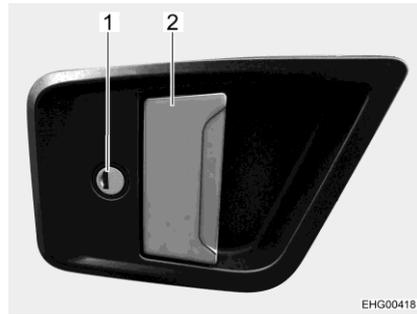

Fig. 57 Serratura della porta (porta di ingresso, lato esterno)
- Inserire la chiave nel cilindro della serratura (Fig. 57,1) e ruotare fino a quando la serratura della porta si sblocca.
- Tirare la maniglia della porta (Fig. 57,2). La porta è aperta.
- Inserire la chiave nel cilindro della serratura (Fig. 57,1) e ruotare fino a quando la serratura della porta si blocca.